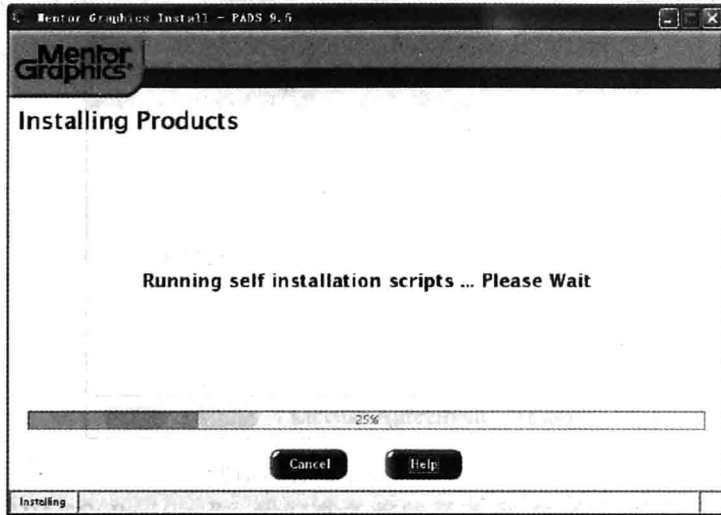

图 1-9 自动安装对话框
(7) 进入软件自动安装界面（需要等待 10~15 分钟），如图 1-9 所示。